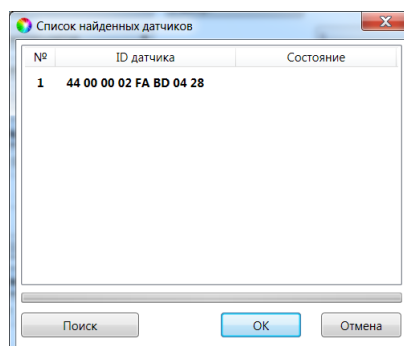

Рис. 6.14. Окно *Список найденных датчиков*
2. В открывшемся окне *Список найденных датчиков* **выделите** строку необходимого термодатчика, щелкнув по ней левой кнопкой мыши, и нажмите кнопку *OK* (рис. 6.14).